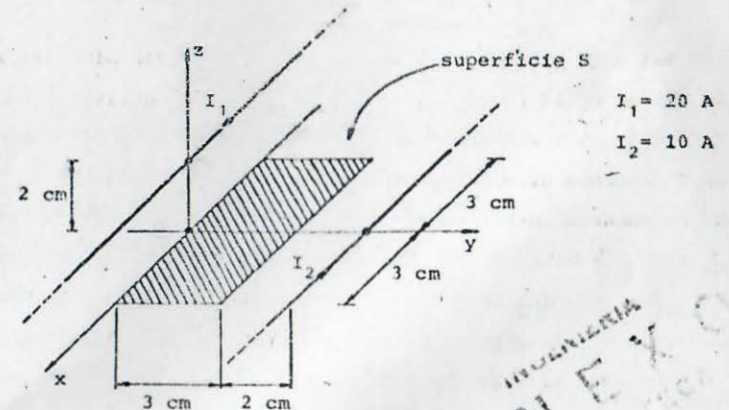

FIGURA P5.15
- 5.15 Suponga dos conductores rectos y muy largos paralelos al eje "x" del sistema de referencia de la figura P5.15 y calcule el flujo magnético a través de la superficie sombreada.